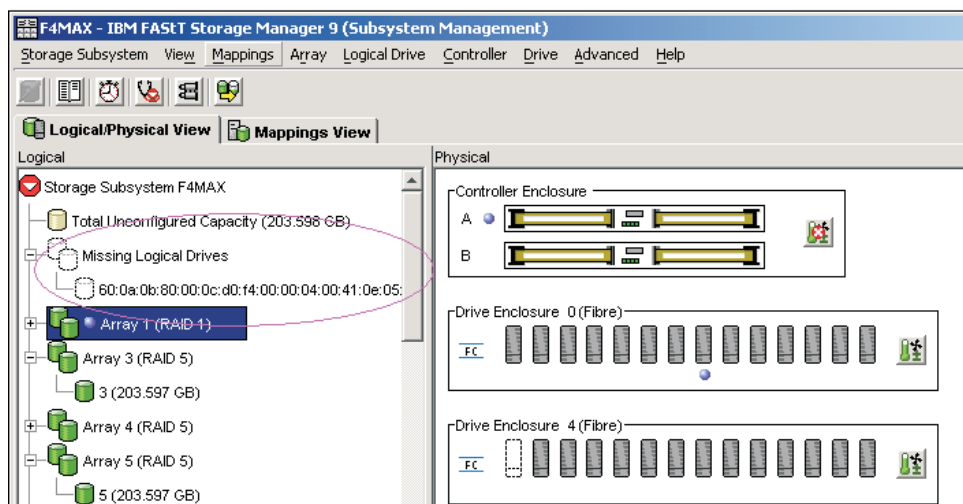

図 25. 欠落した論理ドライブに関するサブシステム管理の「Logical/Physical (論理/物理)」ビュー (7.xx.xx.xx より前のコントローラー・ファームウェア)
- コントローラー・ファームウェアが 7.xx.xx.xx 以前の場合は、「Storage Subsystem Management (ストレージ・サブシステム管理)」ウィンドウで、DS ストレージ・マネージャーがそのアレイ/論理ドライブを欠落としてマーク付けするのを待機する。図 25 を参照してください。